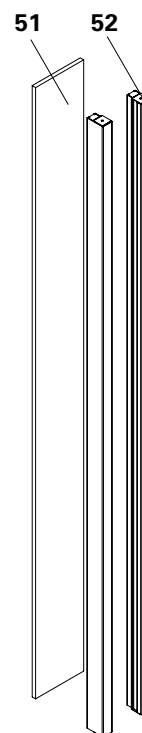

Fig. B6.02
- 2 x montante di supporto TPP (52)
- Pannello 21 mm (51)
- (Fig. B6.02)